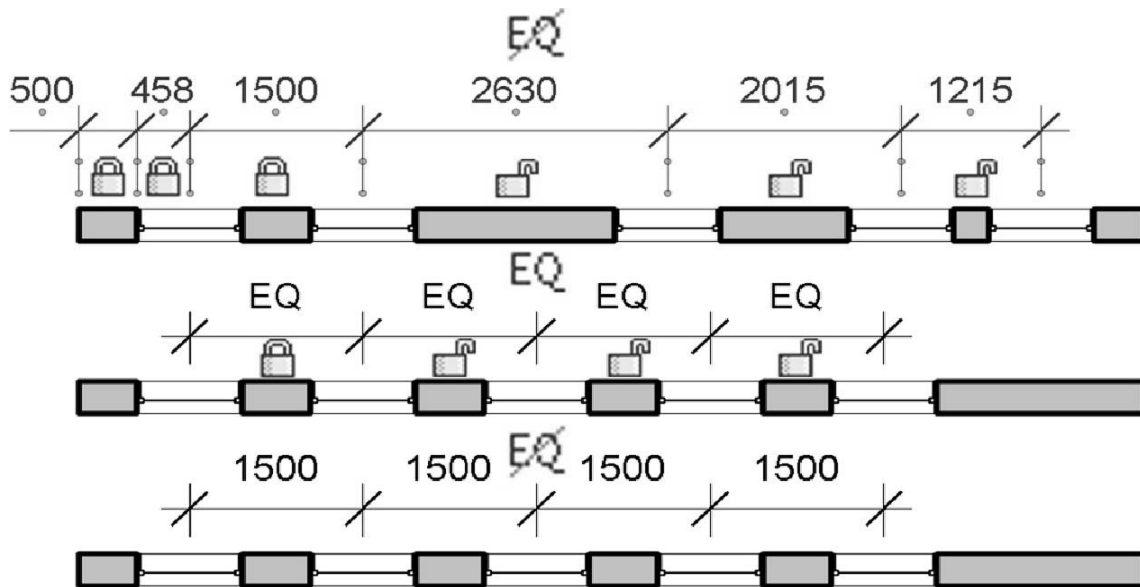

Рисунок 3.2 – Блокировка отдельных размеров. Выравнивание объектов (окон) с помощью размерной цепочки
– замок позволяет заблокировать размер «отслеживания». Ограничивает редактирование объекта, к которому привязан размер (например, блокирует длину стены или расстояние до или между проемами (рисунок 3.2)).